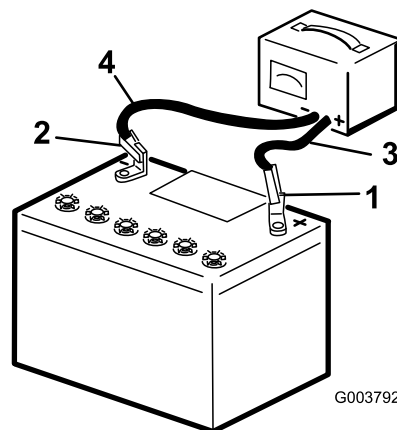

Figure 46
3. Connectez le câble positif du chargeur de batterie à la borne positive de la batterie (Figure 46).
4. Branchez le câble négatif du chargeur de batterie à la borne négative de la batterie (Figure 46).
6. Quand la batterie est chargée au maximum, débranchez le chargeur de la source électrique, puis débranchez les fils du chargeur des bornes de la batterie (Figure 46).